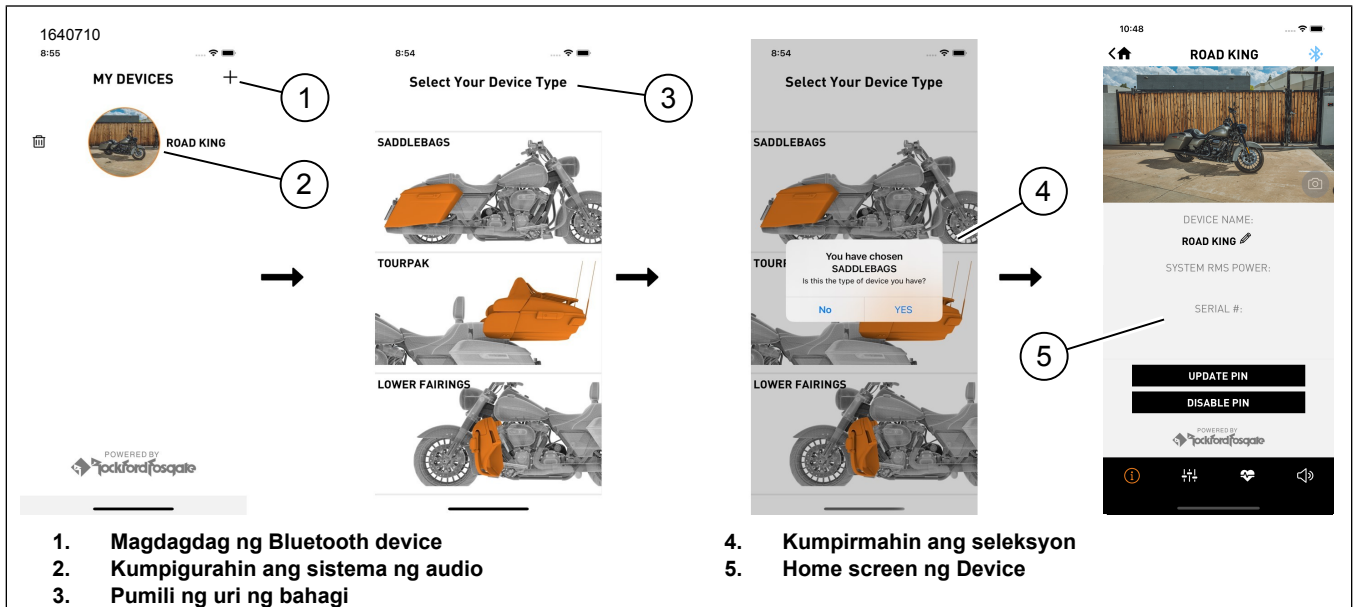
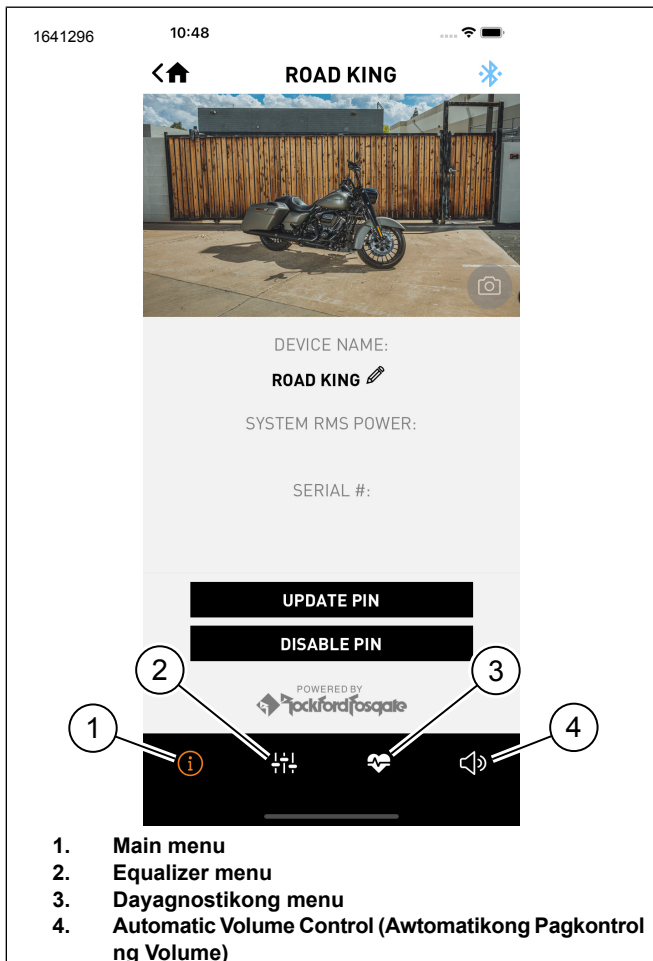
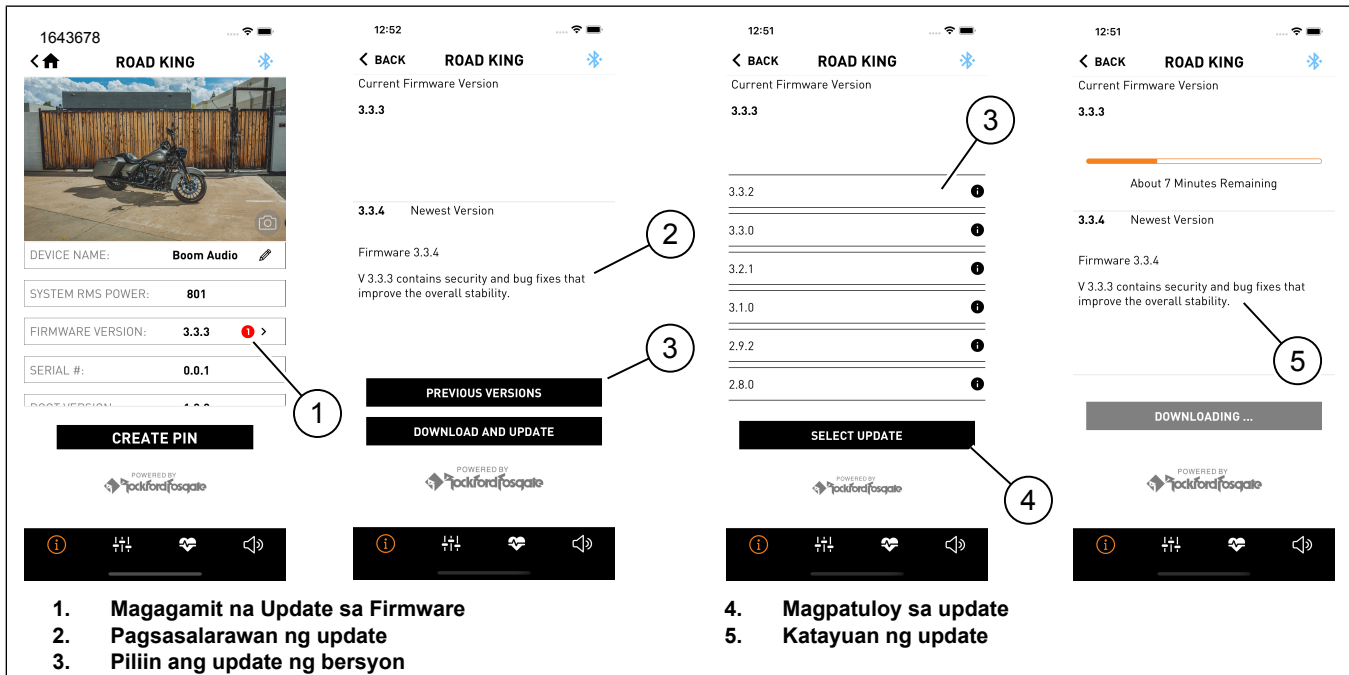

Figure 17. Proseso ng Pagsetup
Figure 18. Menu Bar
Figure 19.
1. Figure 17 Pag-access sa iyong audio system.
- a. I-pair ang device (1) sa system.
- b. I-access ang mga menu nga app (2) upang mai-setup ang sound system.
2. Pumili ng kumpigurasyon (3)kung saan ang mga speaker ay nakakabit sa sasakyan.
3. Kumpirmahin ang seleksyon (4).
4. Pagkatapos na makumpleto ang setup, ang home screen ng device (5) ay makikita.
5. Figure 18 Pindutin ang mga icon ng menu bar para sa:
a. Main menu (1)
b. Equalizer menu (2)
c. Dayagnostikong menu (3)
1. Figure 19 Ang pulang bilog ay nagpapahiwatig na may magagamit na update sa firmware (1).
2. Maikling pagsasalawanan ng update (2).
- b. Pindutin ang nakaraang bersyon (3) kung ninanais ang bersyon na iyon.
3. Pumili ng isang update ng bersyon (3) at magpatuloy sa update (4).
4. Ang screen ay nagpapakita ng katayuan ng update (5) na nilalapat sa amplifier.
- a. Figure 18 Ang pagpindot sa Main Menu (1) na icon ay nagbibigay ng higit pang impormasyon tungkol sa update.